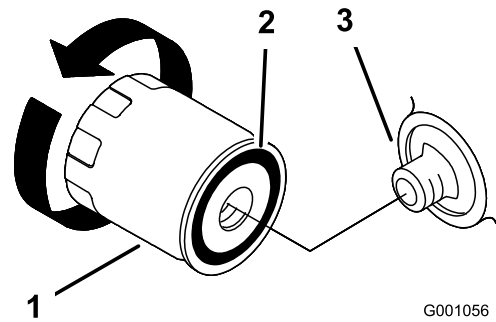

Bild 22
2. Entfernen Sie den Altfilter und wischen die Dichtfläche am Anbaustutzen (**Bild 22**) ab.
3. Ölen Sie die Gummidichtung am Ersatzfilter leicht mit Frischöl ein (**Bild 22**).
4. Montieren Sie den Ersatzölfilter am Filterstutzen. Drehen Sie den Ölfilter nach rechts, bis die Gummidichtung den Filterstutzen berührt. Ziehen Sie den Filter dann um eine weitere 2/3 oder ganze Drehung fest (**Bild 22**).